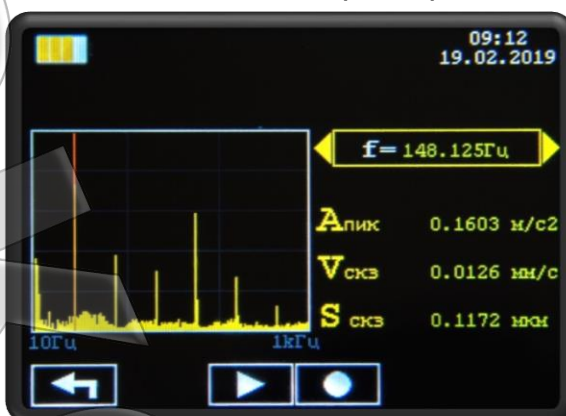

Рисунок 18. Режим «Анализ гармоник».
- «Далее» – переход в окно измерений (Рисунок 18);